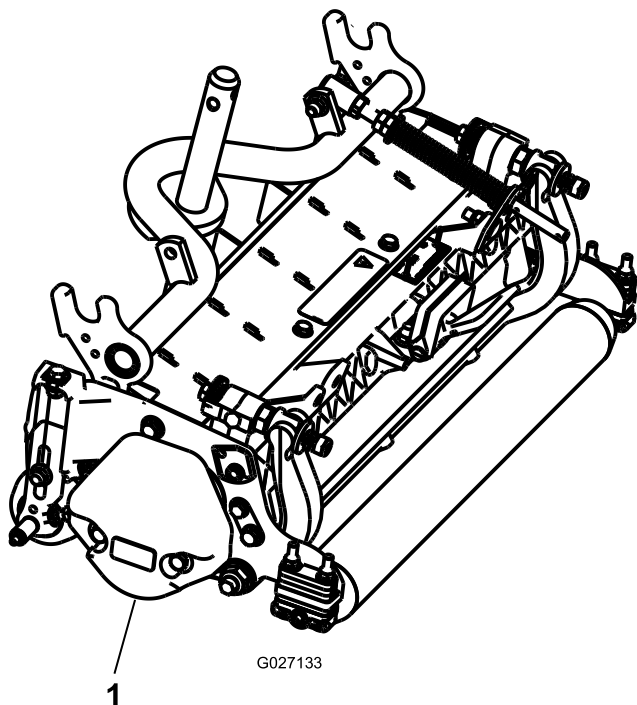

Figura 4
3. Certifique-se de que o contrapeso (Figura 4) está instalado na extremidade adequada da unidade de corte conforme descrito nas *Instruções de instalação* do kit do contrapeso.